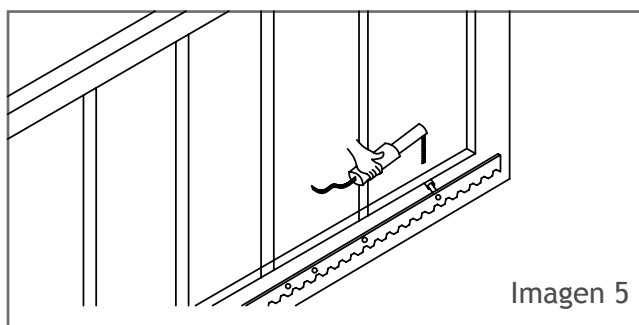

Imagen 5
- Ponga la primera pieza del riel en la rueda dentada y solda la primera tuerca en la verja (imagen 5).